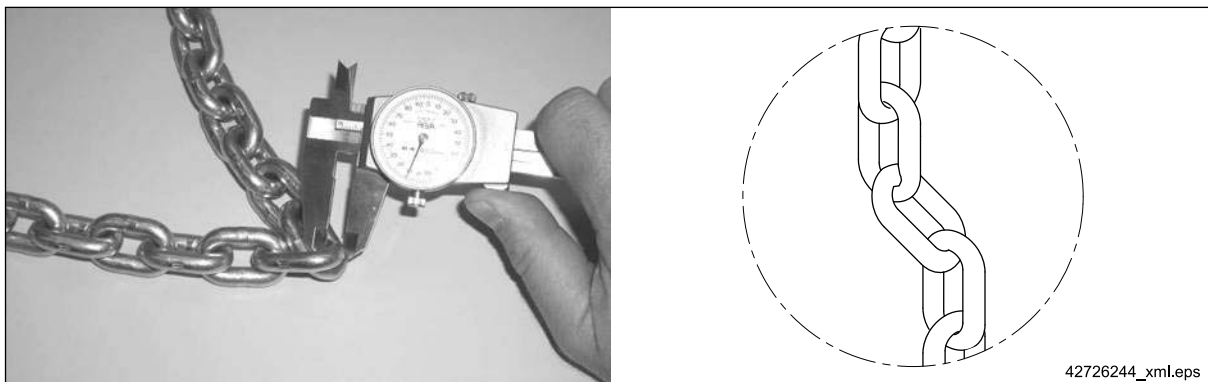

Abb. 48
- des Einzelgliedverschleißes  $\Rightarrow$  Abb. 48, Seite 75;